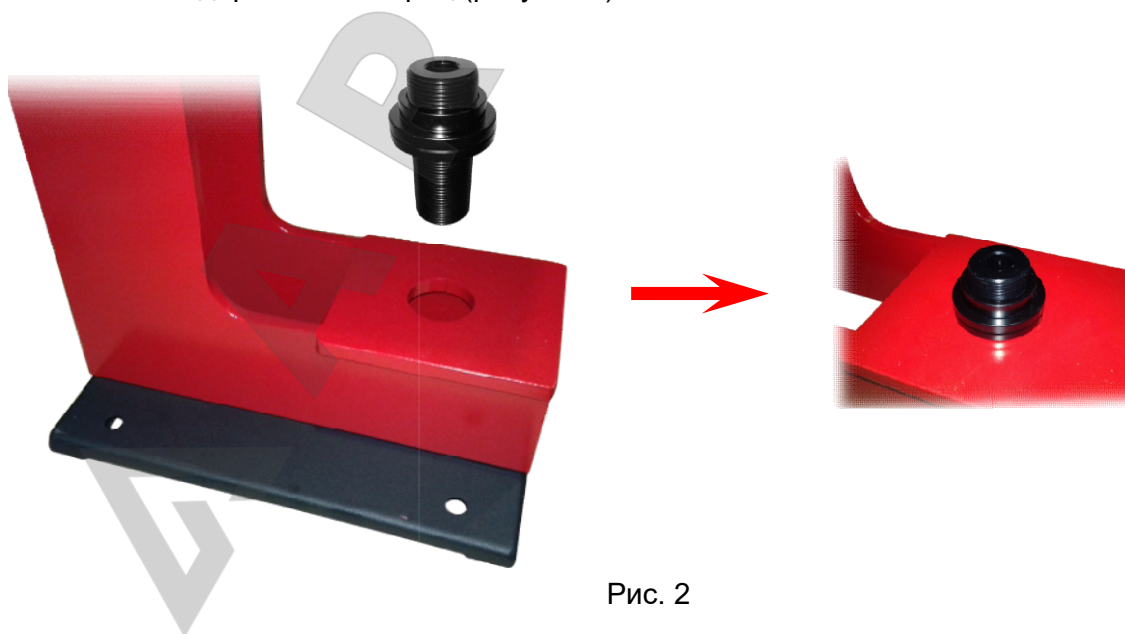

Рис. 2
- Установите держатель матриц (рисунок 2)